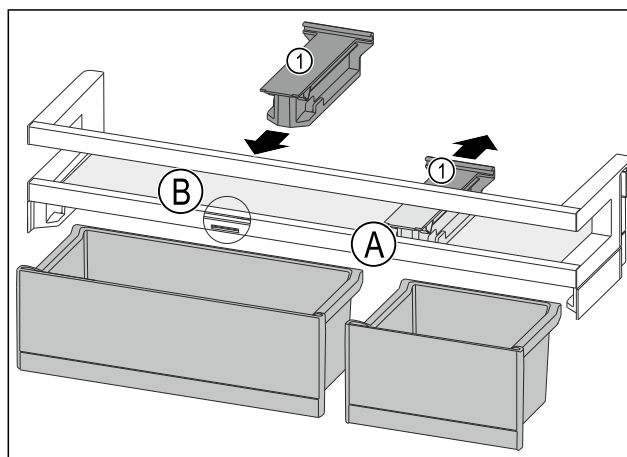

Fig. 88
- ▶ Haltebauteil Fig. 88 (1) in Position Fig. 88 (A) nach hinten abziehen.
- ▶ Haltebauteil Fig. 88 (1) in Position Fig. 88 (B) einsetzen.